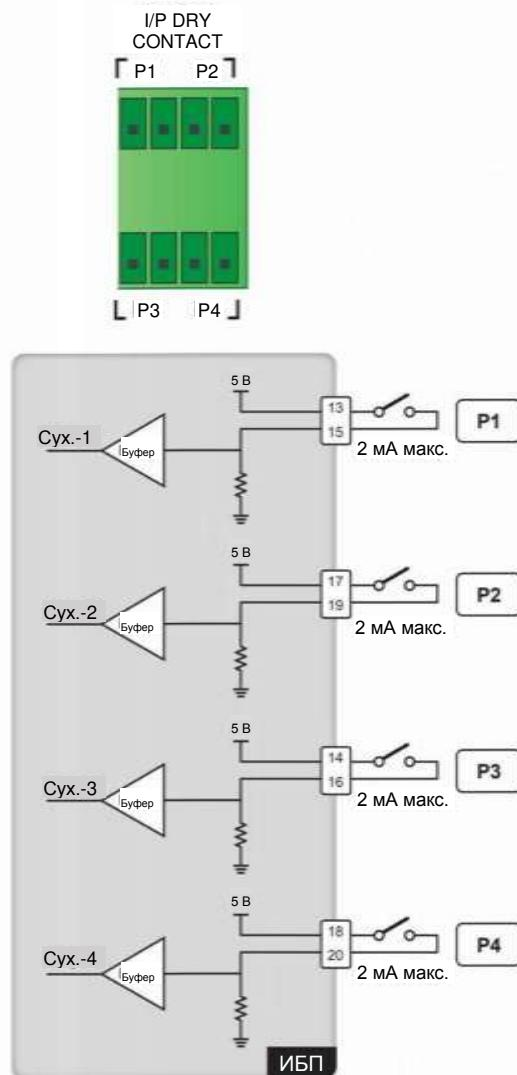

Рисунок 4-10: Схема входных сухих контактов
В комплекте есть четыре набора программируемых входных сухих контактов (см. **Рисунок 4-10**). Входные сухие контакты позволяют ИБП принимать внешние сигналы с периферийных устройств, на которые ИБП отвечает соответственно. Используйте сенсорную панель для настройки каждого сухого контакта как нормально разомкнутого (NO) или нормально замкнутого (NC). Каждому входному сухому контакту можно назначить конкретное событие. Можно назначить до шести событий, исходя из области применения ИБП. Для информации о таких четырех событиях см. таблицу ниже. Для изучения инструкций по настройке свяжитесь с местным торговым представителем и см. п. 7.10.6 **Настройка сухих контактов**.